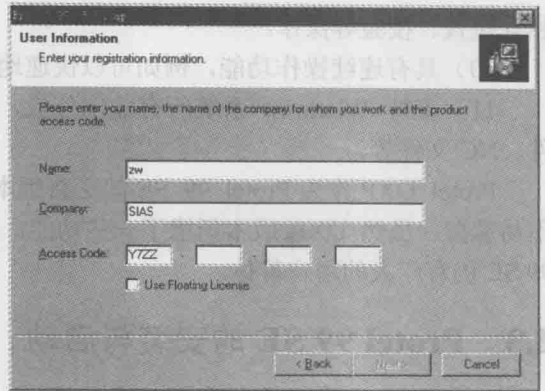

图 1-2 用户信息对话框
2) 单击“Next”按钮, 系统会出现填写用户信息对话框, 如图 1-2 所示。这里用户可以分别在 Name 和 Company 文本框中输入注册姓名和公司名称, 在 Access Code 中输入 Protel 99 SE 的序列号。